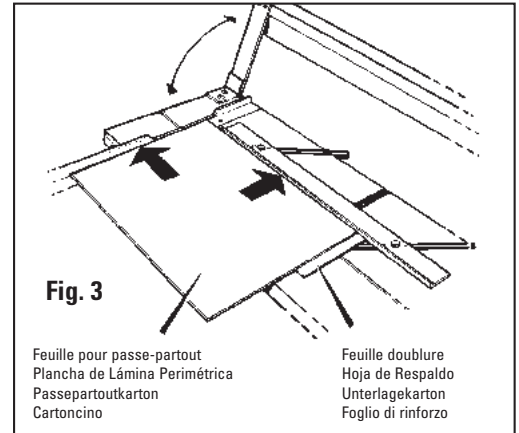

Fig. 3
4. Legen Sie das Passepartout mit der farbigen Seite nach unten unter die Führungsschiene, an die Passepartout-Führung und an den Auswinkelarm. **Abb. 3**
4. Ponga el lado de color de la lámina perimétrica debajo del Carril Guía, contra la Guía de la Lámina Perimétrica y abajo contra el Brazo de Escuadra. **Fig. 3**
4. Posizionare il lato colorato del passepartout sotto la rotella di guida, contro la guida del passepartout e in basso contro il braccio di squadratura. **Fig. 3**